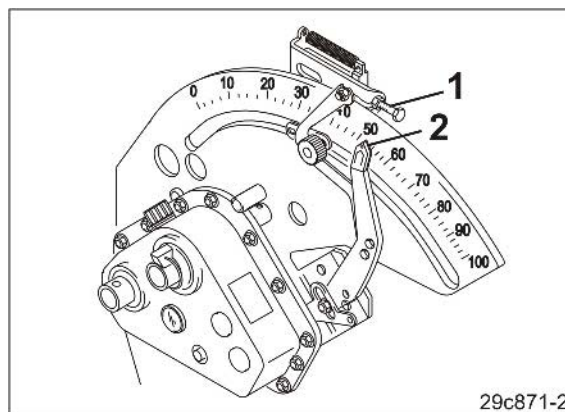

Рис. 145
3. При помощи регулировочного винта (Рис. 145/1) установите стрелку (Рис. 145/2) рычага редуктора на нужное положение редуктора для повышенной нормы высева.
Выкручивание регулировочного винта (Рис. 145/1):
Вкручивание регулировочного винта (Рис. 145/1):